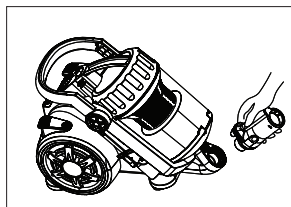

Рисунок 3/1
- Вставьте гибкий шланг (рисунок 3/1) во всасывающее отверстие корпуса пылесоса. Убедитесь в правильности ориентации разъема шланга по отношению к гнезду на корпусе пылесоса. Шланг должен стать на место – при этом вы услышите характерный щелчок.